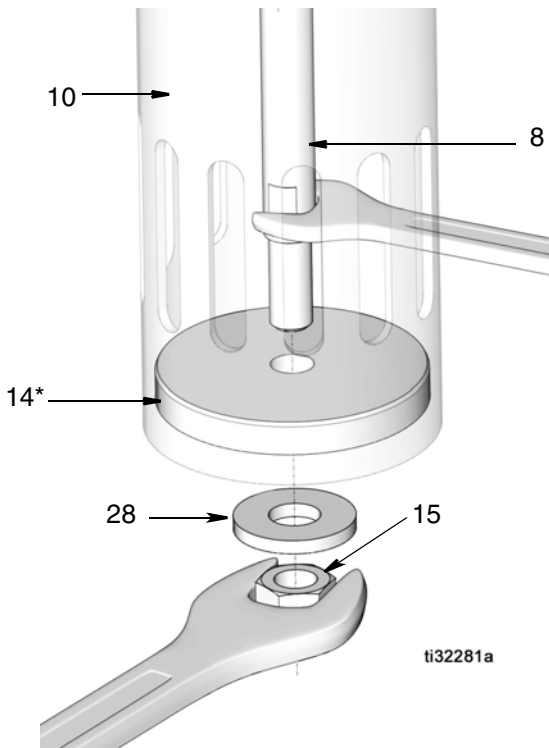

图 6
4. 通过关闭法兰上的虎钳卡爪，将空气马达底座 (21) 水平夹紧在虎钳中。
5. 将扳手穿过底阀 (10) 的插槽，然后将其固定在活塞铲杆 (8) 的平面周围。在将活塞铲杆牢牢固定到位的同时，用第二把扳手松开并取下锁紧螺母 (15)。从铲杆上卸下垫圈 (28) 和填料板 (14) (图 6)。